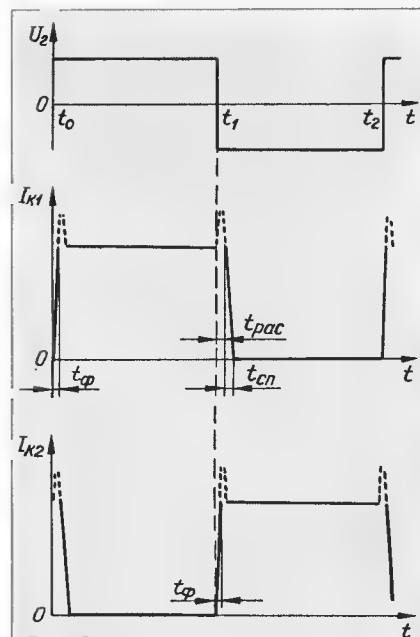

Рис. 2
Нетрудно заметить, что в промежуток времени — назовем его временем переключения — $t_{пер} = t_{рас} + t_{сп} - t_{\phi}$ (4) — оба транзистора открыты. Это создает предпосылки для возникновения сквозного тока, который показан на рис. 2 короткими штрихами. Таким образом, в отрезки времени $t_{пер}$ транзисторы инвертора испытывают значительные динамические перегрузки, нередко выводящие их из строя.